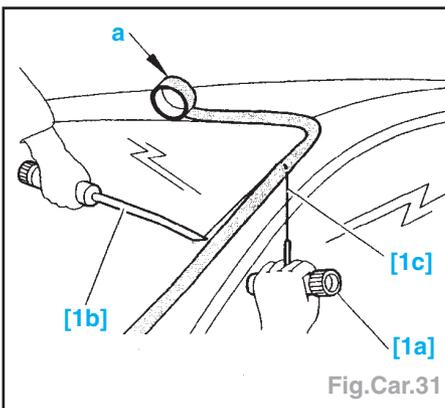

Fig.Car.31
- Protéger l'entourage de la baie de pare-brise, à l'aide d'un ruban adhésif «a» (Fig.Car.31).